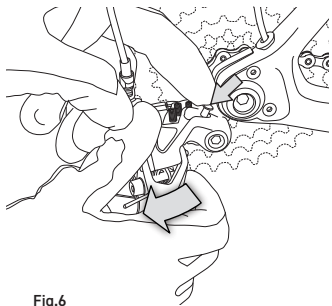

Fig.6
• **SBLOCCAGGIO:** Dopo aver seguito la procedura di montaggio della ruota posteriore, ruotate leggermente il cambio in senso orario, contemporaneamente premete sul pulsante di sblocco e accompagnate il cambio nella posizione di funzionamento (Fig. 6).